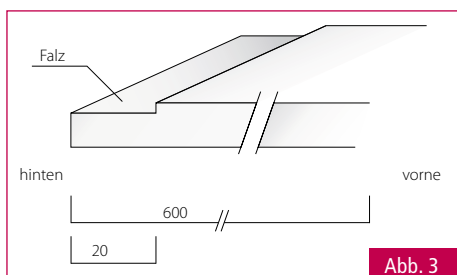

Abb. 3
1. Falz in den oberen Teil der Arbeits- oder Abdeckplatte fräsen (**Abb.3**).